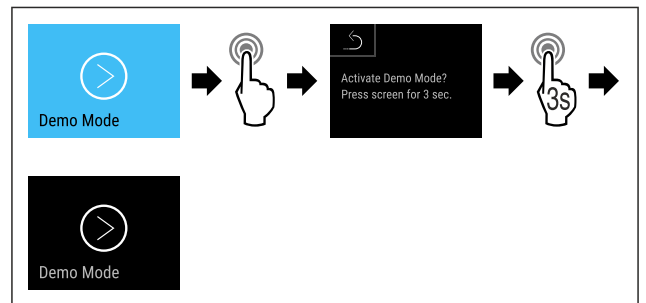

Fig. 161
- ▶ Seguir los pasos de procedimiento (consulte Fig. 161).